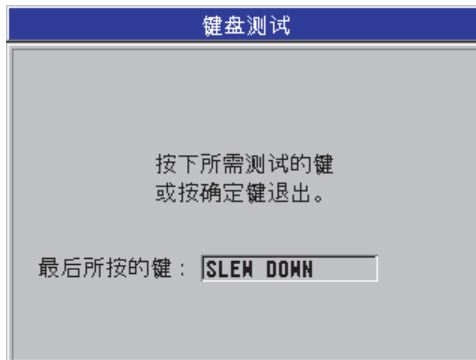

图 12-2 键盘测试屏幕
4. 选择**键盘测试**后，在**键盘测试**屏幕中（参见第 189 页的图 12-2），执行以下步骤：